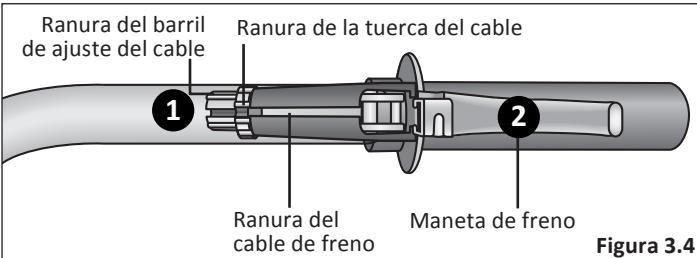

Figura 3.4
- 1 Gire el barril de ajuste del cable y la tuerca del cable hasta que las ranuras estén alineadas con la ranura del cuerpo de la maneta de freno. **Figura 3.4**